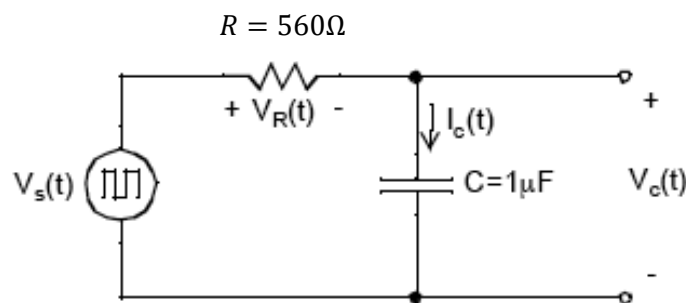

FIGURE 4 : Circuit RC pour la mesure de phase
1. Construire dans Simulink le circuit RC de la figure 4 où C est une capacité. Ajouter un oscilloscope (scope) avec deux entrées : une attachée aux bornes de la source (V_s) et l'autre attachée aux bornes de la capacitance (V_c).
1. Construire le circuit RC de la figure 4. Utiliser une onde carrée d'amplitude pic de 1 V (c'est à dire avec une valeur minimale de 0 V) pour $V_s(t)$. Régler la fréquence à 100 Hz.